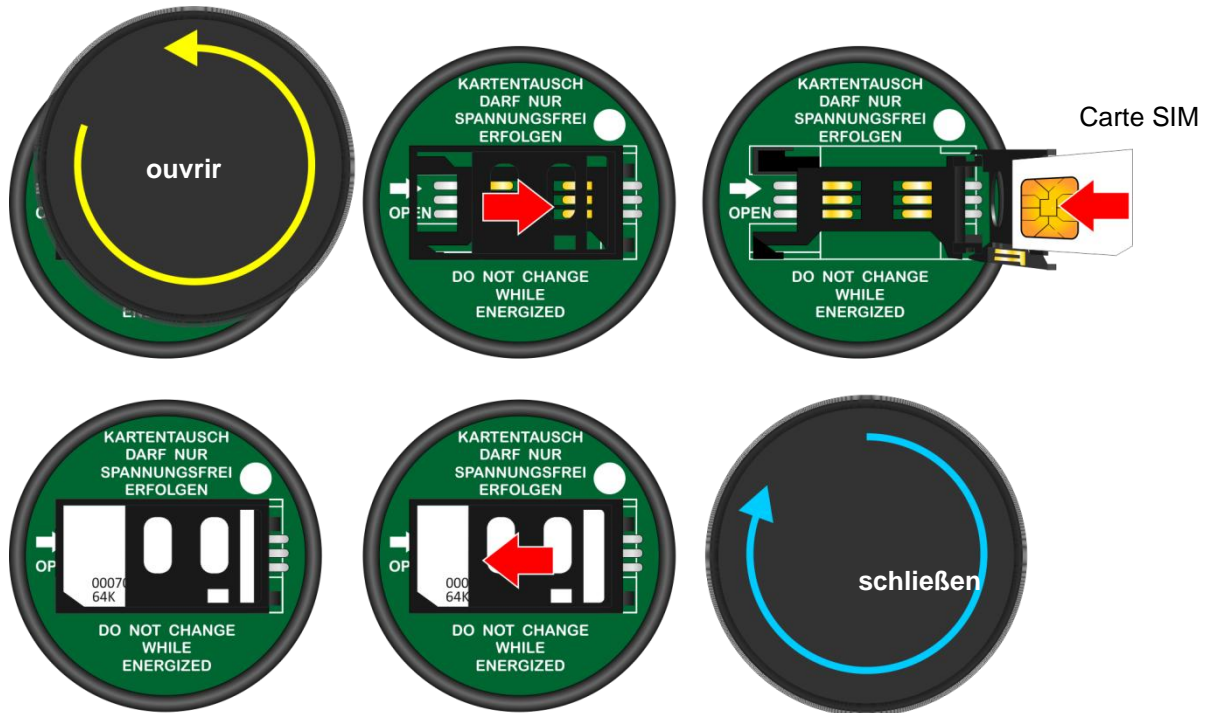

Fig. 4.5: Mise en place de la carte SIM. Dévisser le couvercle du modem, pousser le support de carte dans le sens de la flèche puis l'ouvrir.
5. Dévissez le couvercle du modem (voir Fig. 4.5).
6. Défaire le verrouillage du support de carte en le poussant dans le sens de la flèche, puis l'ouvrir (voir Fig. 4.5).